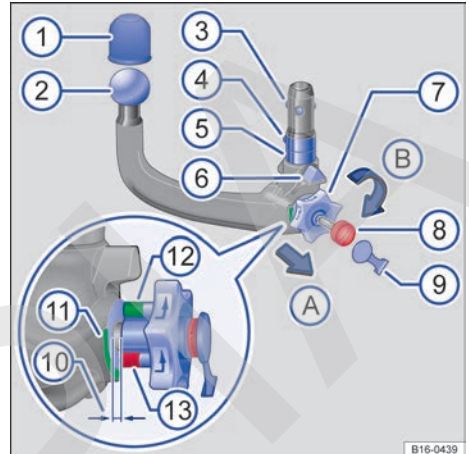

Fig. 182 Cuadro general: enganche de bola desmontable.
Leyenda de la fig. 182:
- Retire la tapa → fig. 182 ⑨ de la cerradura de la ruedecilla.
- Introduzca la llave ⑧ en la cerradura y gírela en el sentido de las agujas del reloj.
- Con la mano derecha, tire de la ruedecilla ⑦ hacia fuera, en el sentido de la flecha A, y manténgala en esta posición.
- Gire la ruedecilla ⑦ en el sentido de la flecha B hasta que encastre.
- Sujete la ruedecilla ⑦ en esta posición y retire el enganche de bola de su alojamiento hacia abajo. El enganche de bola queda pretensado.